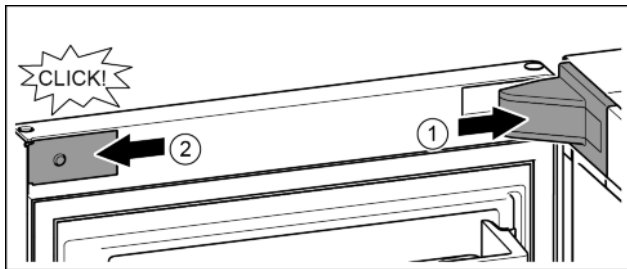

Fig. 18
- ▶ Крышку опорного кронштейна установить и зафиксировать, при необходимости, осторожно разжать. Fig. 18 (1)
- ▶ Установить сбоку накладку и зафиксировать. Fig. 18 (2)